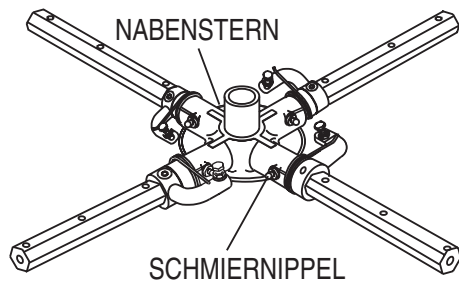

Abb. 28. Abschrauben der Schmiernippel
1. Die Flügelarme sind am Nabenstern jeweils mit einer Sechskantschraube (mit Schmiernippel) befestigt. Die Sechskantschraube mit dem Schmiernippel abschrauben (Abb. 28).